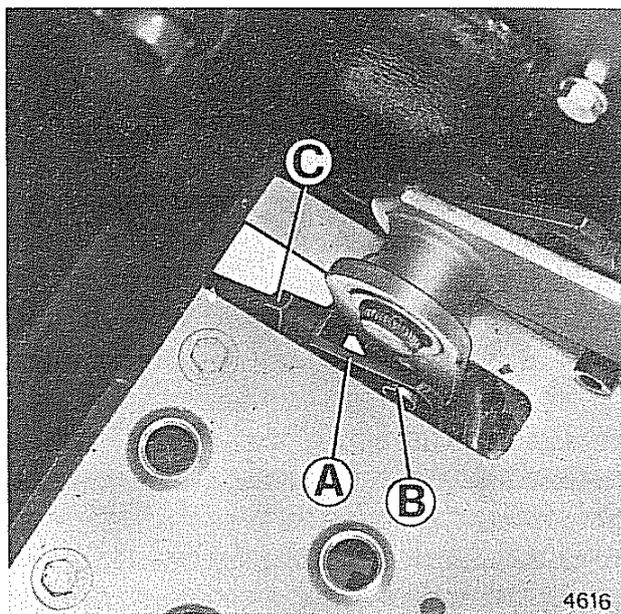

Fig. 38 - Registrazione freno di soccorso e stazionamento.
- Staccare la forcella **A** (fig. 38) dalla leva, sfilando il perno **B**.